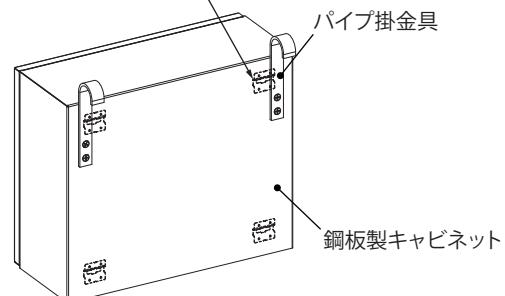

図4
- 鋼板製キャビネットへ取付ける場合、内部に基板固定用のボルトホルダー等が溶接されているため干渉しない位置に加工してください。(図4)